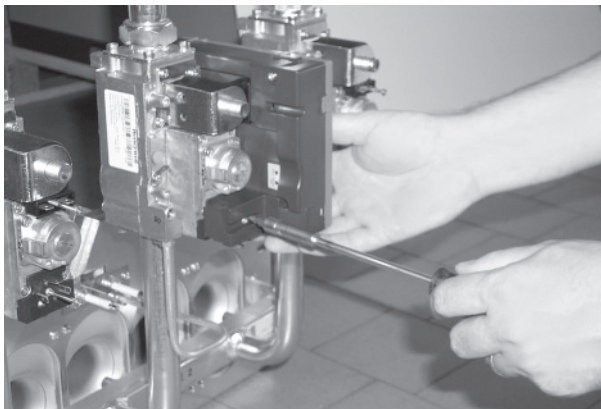

fig. 12
- Dévisser les deux vis de fixation des modules électroniques de contrôle de la flamme à la vanne gaz (fig. 12) pour pouvoir les démonter des vannes gaz (fig. 13).